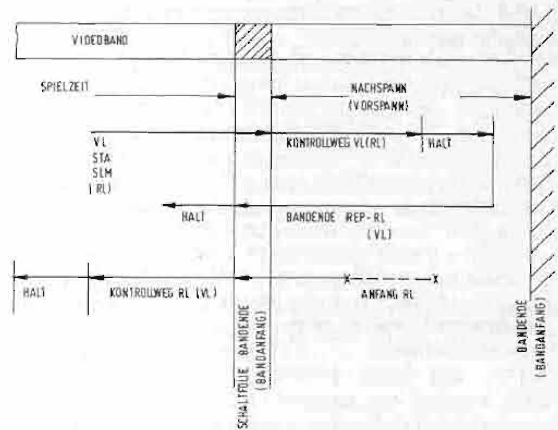

Bild 17
b) Bandende-Repetierbetrieb, Darstellung über Band (Bild 17).